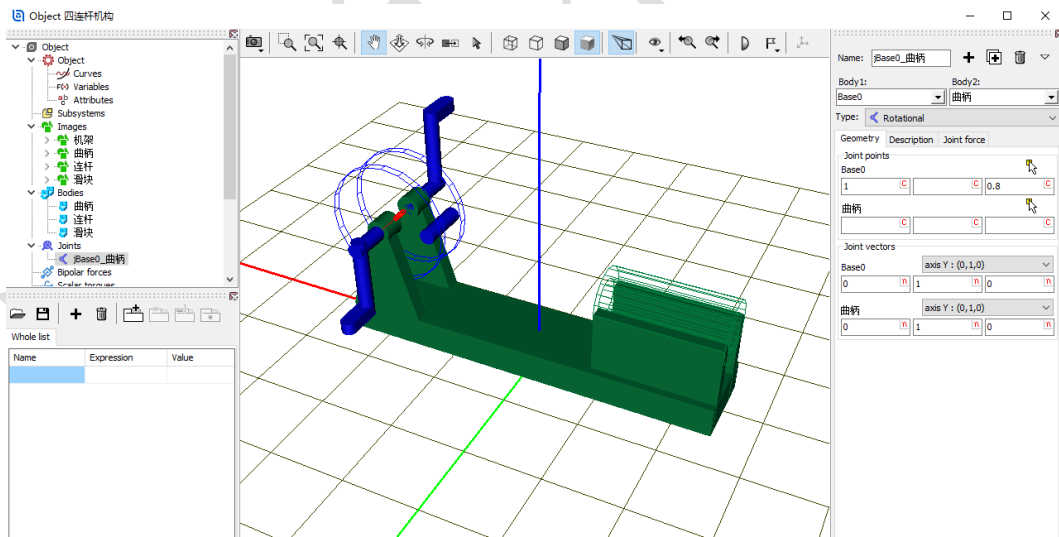

图 2-53
- 9) 创建第一个铰，**Body1** 选择 **Base0**，**Body2** 选择曲柄，**Type** 选择 **Rotational**，**Joint points** 分别为 (1, 0, 0.8) 和 (0, 0, 0)，**Joint vector** 都选择 **Y** 轴，如图 2-53。表示将曲柄的原点与总体坐标系的点 (1, 0, 0.8) 重合，曲柄绕通过该点与总体坐标系 Y 轴平行的 Y' 轴可以转动，并且曲柄的 Y 轴与之平行 (重合)。